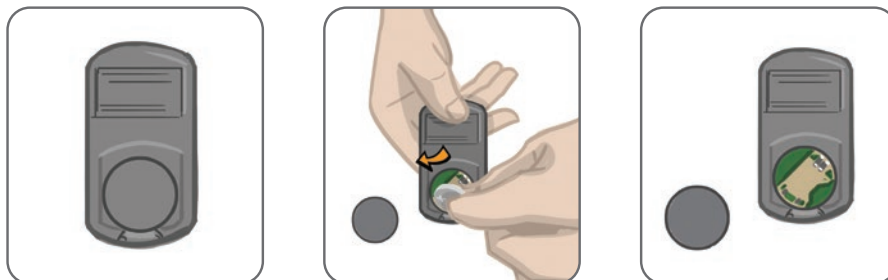

Bild 8-2: Byta styrenhetsbatteriet
1. Använd fördjupningen på baksidan av styrenheten för att fälla upp batteriluckan. Om det är svårt att ta bort luckan kan du använda ett mynt för att öppna den. Se bild 8-2.
2. Ta bort det gamla batteriet genom att trycka batteriet mot metallflikarna (så som pilen visar i bild 8-2) och försiktigt lyfta upp batteriet. Metallverktyg, till exempel en skruvmejsel, ska inte användas.